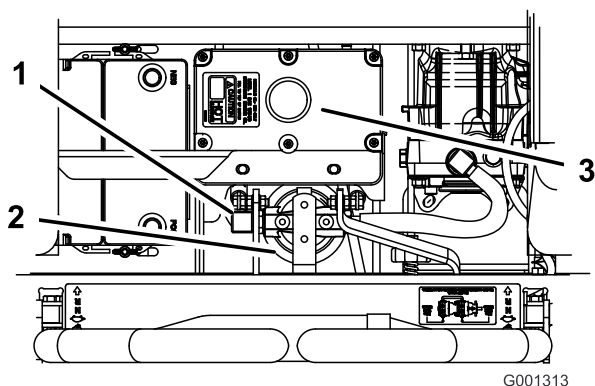

Figura 79
- Rimuovete il tubo idraulico destro che entra nell'adattatore (Figura 79).
- Montate il tubo idraulico destro nell'adattatore (Figura 79).